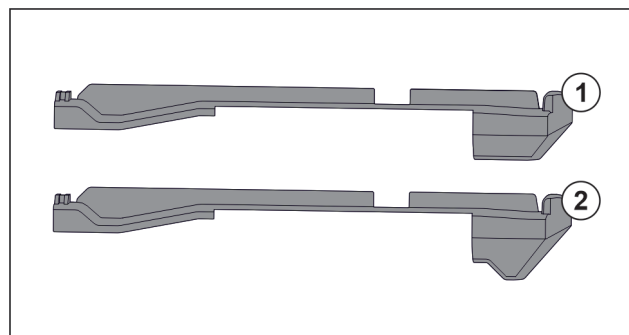

Fig. 59 Сравнение вставных частей
В устройстве находятся две разные вставные части. Вставная часть над самым нижним выдвижным ящиком *Fig. 59 (2)* имеет треугольную кромку. Все прочие вставные части *Fig. 59 (1)* имеют прямую кромку.
- ▶ Установите вставную часть *Fig. 59 (2)* с треугольной кромкой над самым нижним выдвижным ящиком.
- ▶ Установите вставную часть *Fig. 59 (1)* с прямой кромкой на все прочие места.